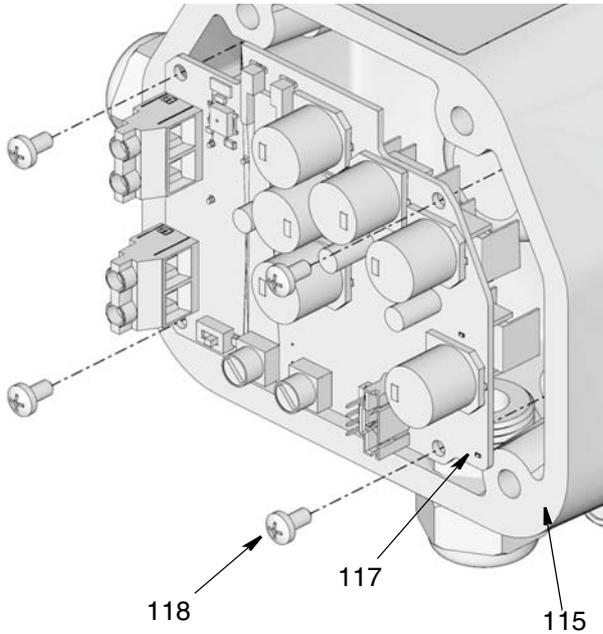

Рис. 67
- Установите новую плату управления электродвигателем (117) в корпус (115) с помощью винтов (118) (Рис. 67). Затяните с усилием 8 - 10 дюймов на фунт (0,9 - 1,1 Н•м).